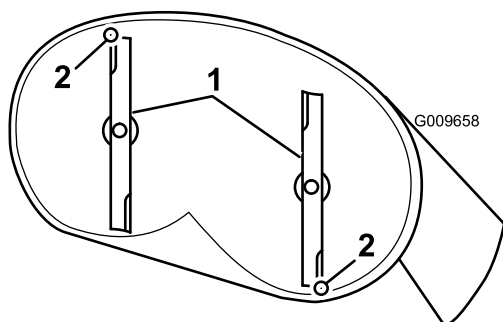
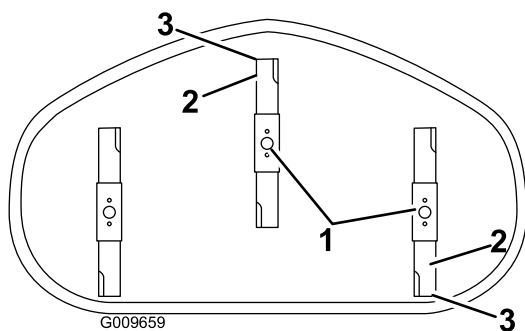

Figure 67
Figure 68
4. Faites pivoter les lames avec précaution pour faire passer les pointes avant à l'arrière (Figure 67 et Figure 68).
5. Mesurez la distance entre la pointe de la lame avant et la pointe de la lame arrière par rapport à la surface plane (Figure 67 et Figure 68).
- D. Une fois le réglage effectué, vérifiez à nouveau l'inclinaison avant/arrière de la lame; continuez d'ajuster l'écrou jusqu'à ce que la pointe avant de la lame soit de 1,6 à 8 mm (1/16 à 5/16 po) plus basse que la pointe arrière (Figure 67 et Figure 68).
- A. Desserrez l'écrou de réglage sur la tige de réglage gauche (Figure 68).